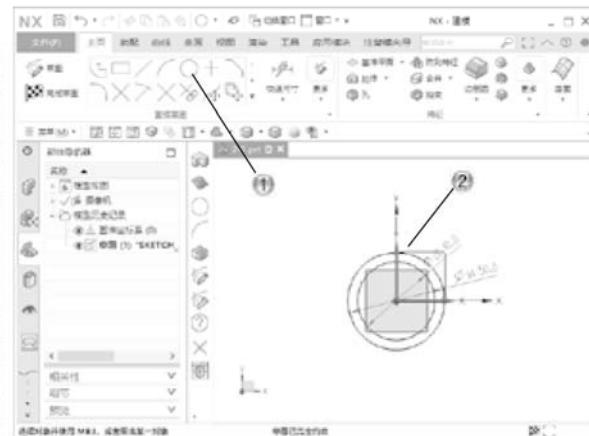

图 2-45
- ① 单击【主页】选项卡中的【圆】按钮○，如
- 图 2-45 所示。
- ② 在绘图区中，绘制两个同心圆。